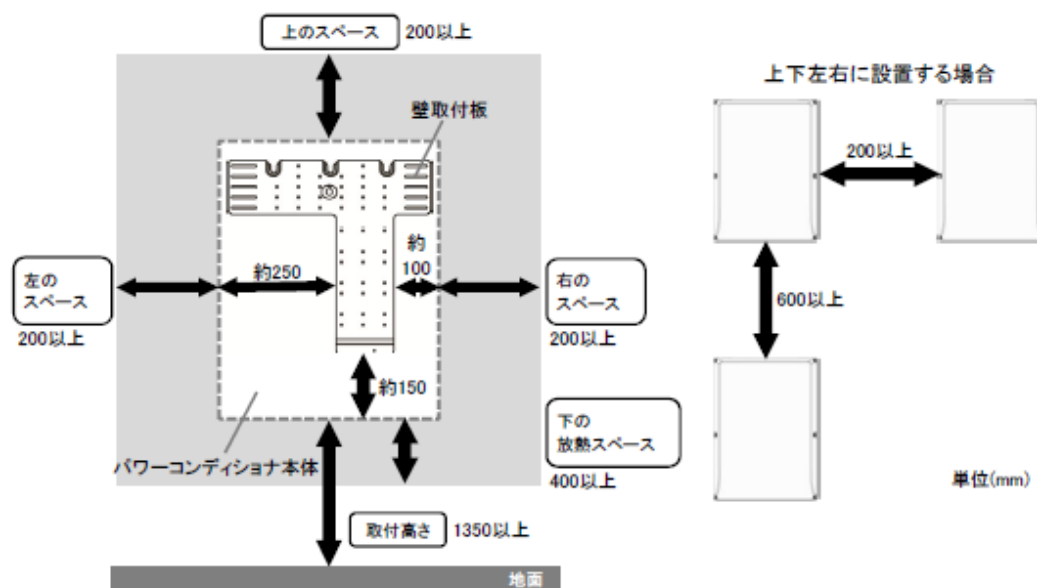

図 7-1 壁面取り付け時の周囲との最低スペース
- (1) パワーコンディショナは壁面に正しい方向で取り付けてください。
- (2) パワーコンディショナの重量 (壁取り付け板を含め 36kg) に十分耐える壁構造が必要です。
- (3) パワーコンディショナは水平に設置してください。
- (4) パワーコンディショナの前面には点検スペースとして 800mm 以上を確保することを推奨します。また、上下左右は放熱スペース及び点検のために、図 7-1 に示すスペースが必要です。パワーコンディショナに同梱されている施工説明書を参照の上、正しく据付けてください。